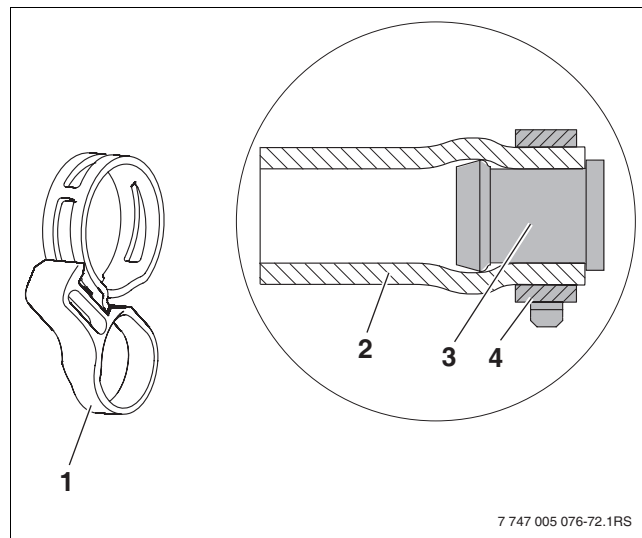

Fig. 54 Bride du compensateur avec anneau de sécurité et bouchon borgne prémonteré
- ▶ La position correcte de la bride du compensateur (→ fig. 54, [4]) doit être impérativement garantie avant de retirer l'anneau de sécurité (→ fig. 54, [1]). Le détacher ultérieurement avec des pinces risque d'entraver la capacité de serrage.
- La position correcte de la bride du compensateur (→ fig. 54, [4]) doit être impérativement garantie avant de retirer l'anneau de sécurité (→ fig. 54, [1]). Le détacher ultérieurement avec des pinces risque d'entraver la capacité de serrage.
- Insérer le bouchon borgne (→ fig. 54, [3]) sur le flexible solaire de 55 mm [2] jusqu'à la butée.
- Mettre la bride du compensateur (→ fig. 54, [4]) en position et serrer l'anneau de sécurité [1] pour fixer le bouchon.